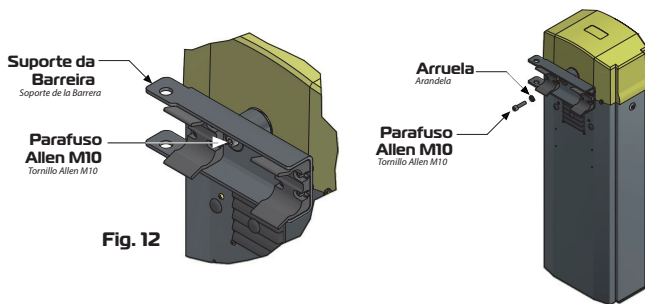

Fig. 12
- 1- Retire o parafuso Allen M10 junto com a arruela, conforme mostra a Fig.12, para que o suporte esteja livre para ser sacado.
1- Retire el tornillo Allen M10 junto a con la arandela, como muestra la Fig. 12, para que el soporte este libre para ser sacado.